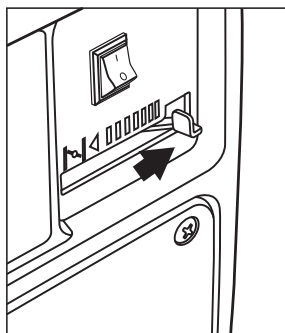

рис. 9
10. Дайте двигателю поработать в течение 3–5 минут, чтобы прогреть его. По мере прогрева двигателя постепенно передвиньте рычаг воздушной заслонки в положение «Открыто» (рис. 9).